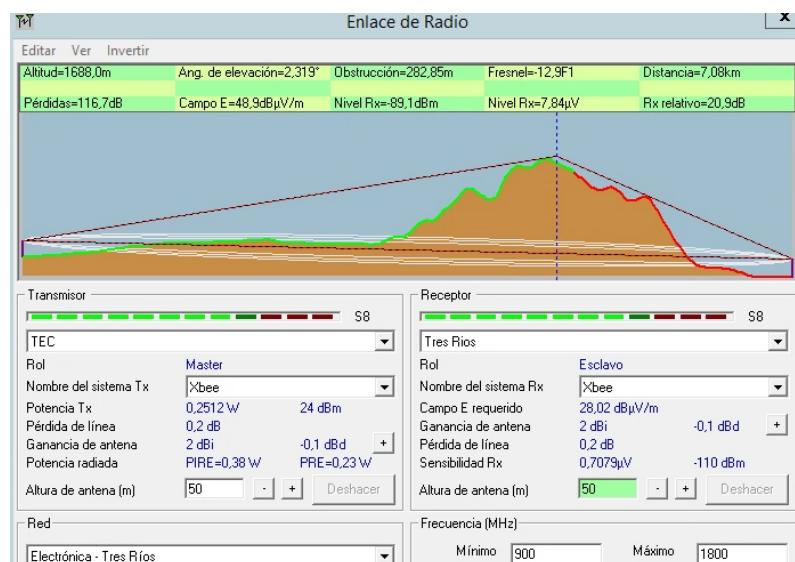

Figura 7: Datos de simulación de la red seleccionada.
12. Una vez configurado todo lo anterior para la visualización de los resultados de cada uno de los enlaces es necesario dirigirse a **Herramientas→Enlace de Radio** ó **F2** y ahí se pueden visualizar todos los datos del radio enlace entre nodos, así como los puntos donde es necesario poner repetidores. En la figura 7, se muestran los datos de la red simulada. **NOTA: Si desea ubicar algún punto importante en el perfil del enlace ubique con el puntero el lugar de interés y de click ahí saldrá una línea punteada.**